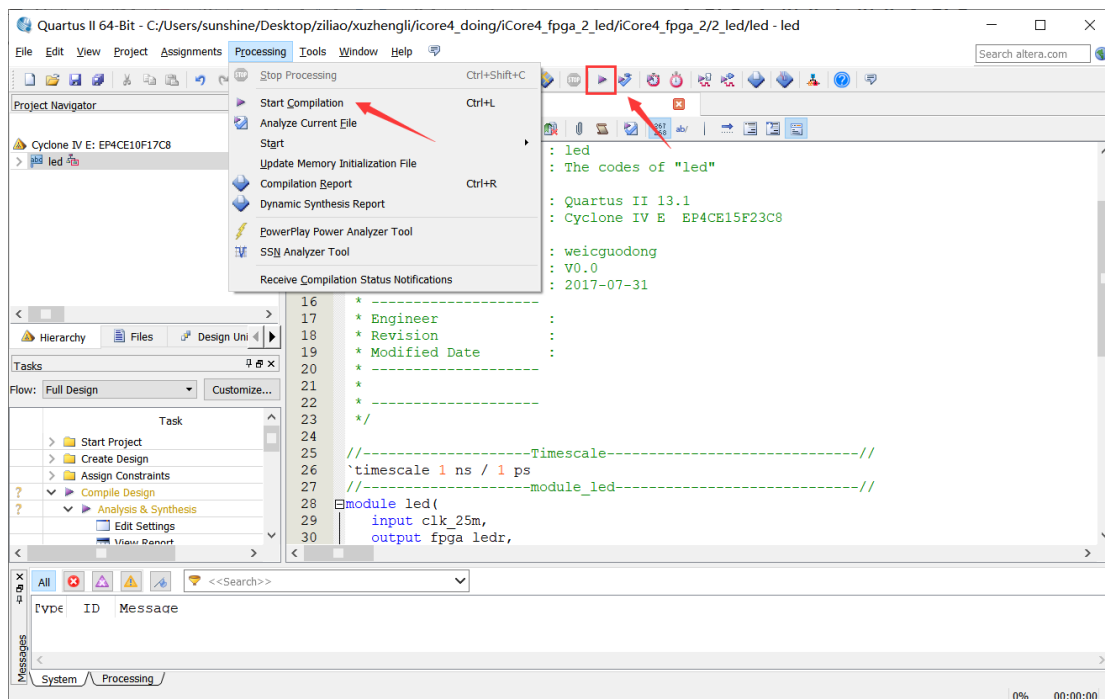
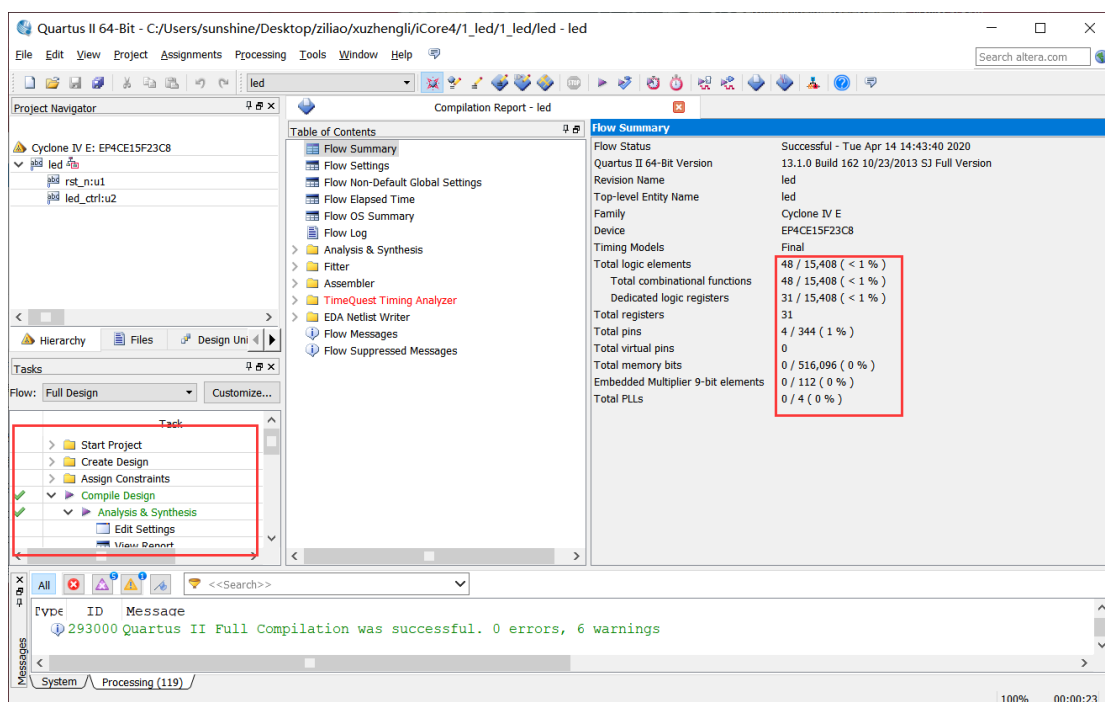

图 1-24
图 1-25
19、接下来再次编译程序，点击 processing->start compilation 或者直接点击图 1-24 小方框中的图标。可以在图 1-25 左侧看到编译进度，图示是编译完成的状态，右侧方框处是生成的报告（工程占用的资源数及引脚数等信息）。